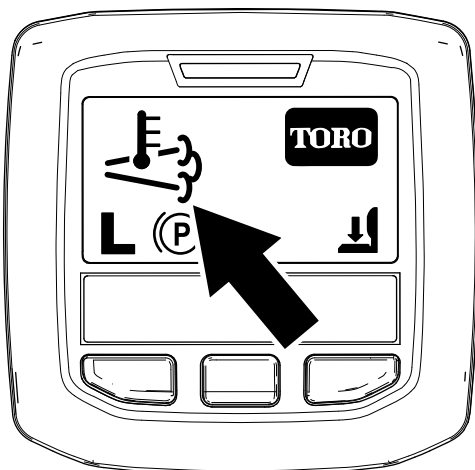

Figura 36
- L'icona della temperatura di scarico elevata viene visualizzata nell'InfoCenter (Figura 36).